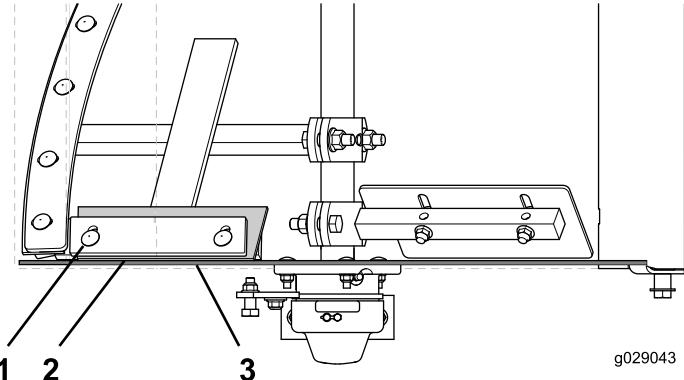

Figura 72
4. Afloje los pernos de cabeza redonda y las contratuerca prensadas que sujetan la hoja de la paleta y la escobilla a la paleta fija. (Figura 72)